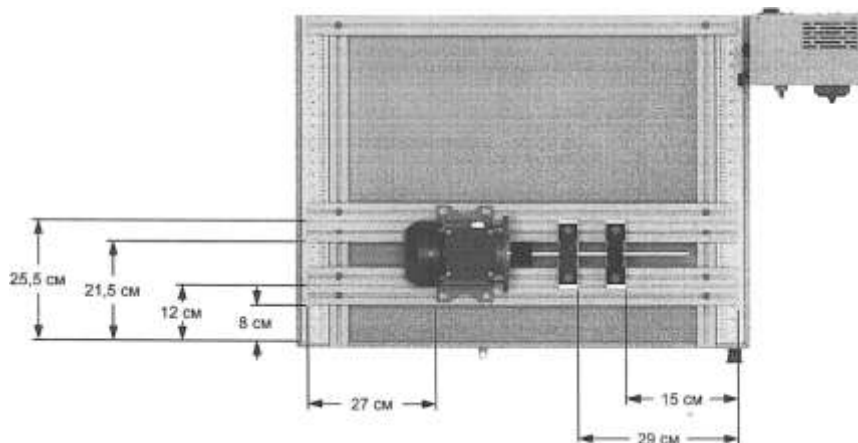

Рисунок 66. Схема рабочей станции для Рабочего листа 6.
17. Закрепите четыре экструдированных профиля в положениях, указанных на Рисунок 66.
18. Разместите электродвигатель на экструдированных профилях, как показано на Рисунок 66.
23. Установите два подшипника с опорами и стойки на экструдированных профилях, как показано на Рисунок 66. Пока не затягивайте винты крепления подшипников.